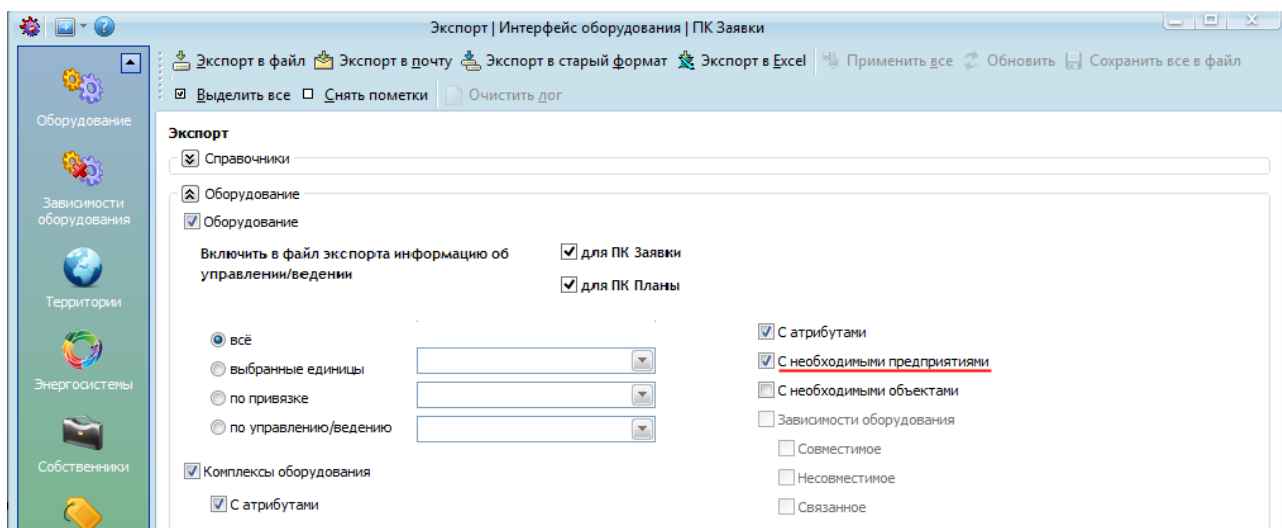

Рисунок 19.18 – Экспорт оборудования с предприятиями в управлении / ведении
- «*С необходимыми предприятиями*» - в файл экспорта вносится оборудование с информацией о предприятии, в управлении / ведении которого находится выбранное оборудование [Идентификатор выбранного предприятия]_DeviceSettings.xml) (Рисунок 19.18).